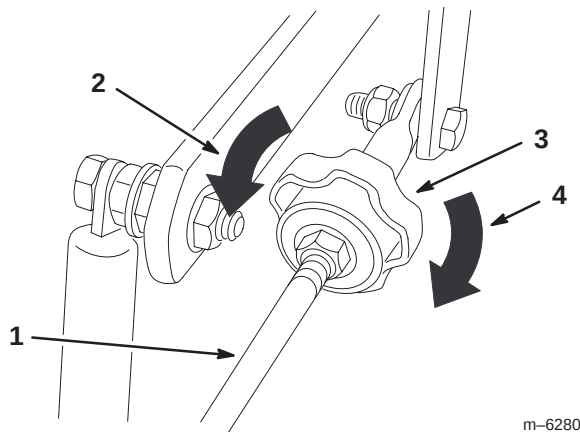

Figura 57
4. Para que la máquina vaya a la derecha, gire el pomo hacia el lado derecho de la máquina. Consulte la figura 57.
5. Para que la máquina vaya a la izquierda, gire el pomo hacia el lado izquierdo de la máquina. Consulte la figura 57.